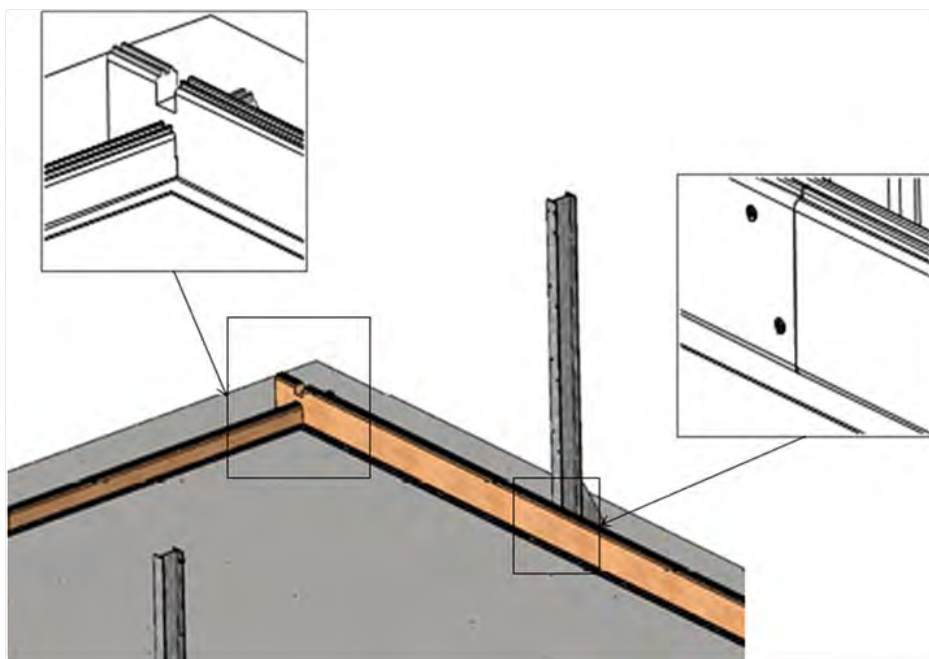

Figure 10 – Verrouillage des madriers entre eux
- Entre elles comme indiqué à la **Figure 10**, à l'aide de 2 vis par paire de lames, et sur les deux côtés comportant chacun 10 lames de hauteur, soit un total de 80 vis à tête fraisée 5 x 40 en inox a4 torx filetées sur 25 mm (sachet c) ;